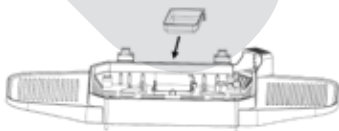

Abb. 8
9. Setzen Sie den Fettauffangbehälter [17] ein (Abb. 8). Dieser muss in das Grillgehäuse geschoben werden und fest einrasten. Um den Fettauffangbehälter zu entnehmen, müssen Sie diesen vorsichtig etwas nach unten drücken und dann herausziehen.